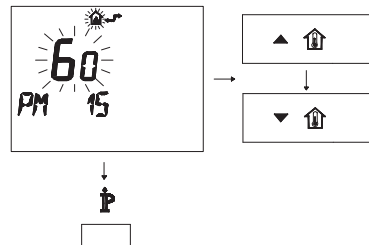

Fig. 5.55
- Modificare il SET programmato agendo sui pulsanti ▲**IP** o ▼**IP** fino a visualizzare un **set di 60**, aspettare che il numero programmato cominci a lampeggiare (Fig. 5.55).